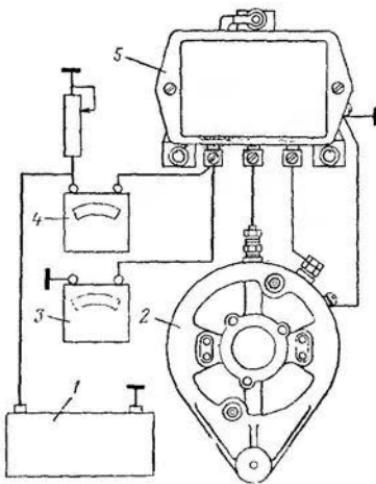

Рис. 134. Схема включения приборов для проверки регулятора напряжения и ограничителя тока:
**Проверка ограничителя тока.** Измерительные приборы включить как показано на рис. 134. Пустить двигатель и довести обороты коленчатого вала до 1600—2000 об/мин, что соответствует движению автомобиля на прямой передаче со скоростью 40—50 км/ч.
Проверка регулятора напряжения. Во время работы двигателя надо отключить аккумуляторную батарею. Вольтметр З присоединить к клемме Б реле-регулятора согласно рис. 134. При 1600—2000 об/мин коленчатого вала вольтметр должен показывать не более 15,5 в.